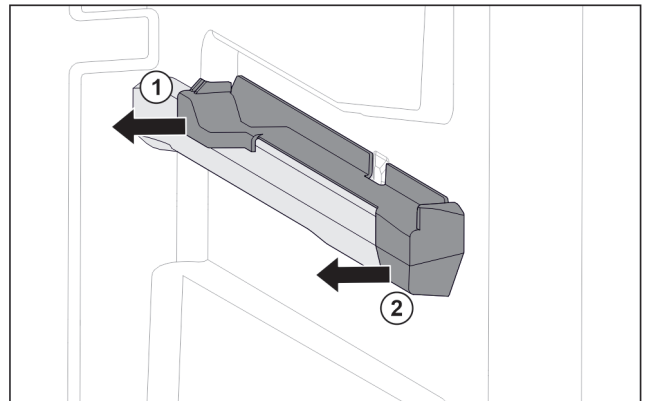

Fig. 118 Élément emboîtable sur la nervure de récipient droite
- ▶ Le retirer sur le côté par l'arrière. Fig. 118 (1)
- ▶ Le retirer sur le côté par l'avant. Fig. 118 (2)